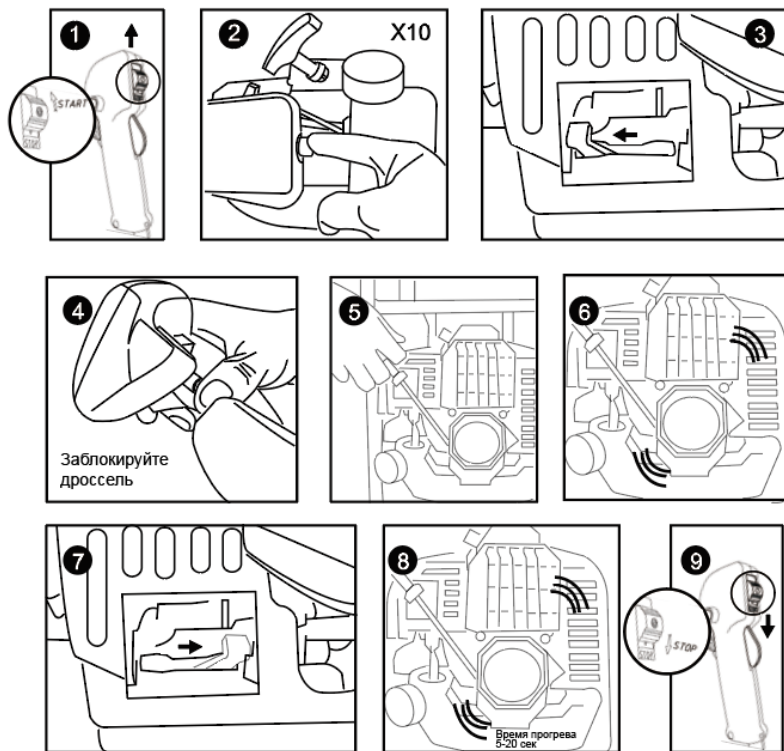

рис.5
2. Установите выключатель двигателя (С) на рукоятке управления в положение "I". (1, рис.5)
3. Нажмите несколько раз на праймер подкачки топлива (рекомендуемое количество нажатий - 10 раз). (2, рис.5)
4. Установите рычаг воздушной заслонки в положение "START". (3, рис.5)
5. Зафиксируйте курок управления дроссельной заслонкой (Е) примерно на одной трети хода с помощью кнопки блокировки (D). (4, рис.5)
6. Быстрым, но плавным движением от плеча, потяните шнур стартера. Повторяйте процедуру до тех пор, пока двигатель не начнет работу. (5, рис.5)
7. В том случае, если после запуска двигатель перестает работать, необходимо установить рычаг воздушной заслонки в положение "RUN" и попробовать повторно произвести запуск. (6, рис.5)
8. Если после запуска двигатель продолжил работу, следует нажать курок управления дроссельной заслонкой (Е) для возврата в исходное положение, а затем установить рычаг воздушной заслонки в положение "RUN". (7, рис.5)
9. Рекомендуемое время прогрева двигателя – 5-20 секунд. (8, рис.5)
1. Установите выключатель двигателя на рукоятке управления в положение "I". (1, рис.5)
2. Быстрым, но плавным движением от плеча, потяните шнур стартера. Повторяйте процедуру до тех пор, пока двигатель не начнет работу. (5, рис.5)
1. Для остановки двигателя, переведите выключатель двигателя (С) на рукоятке управления в положение «О». (9, рис.5)